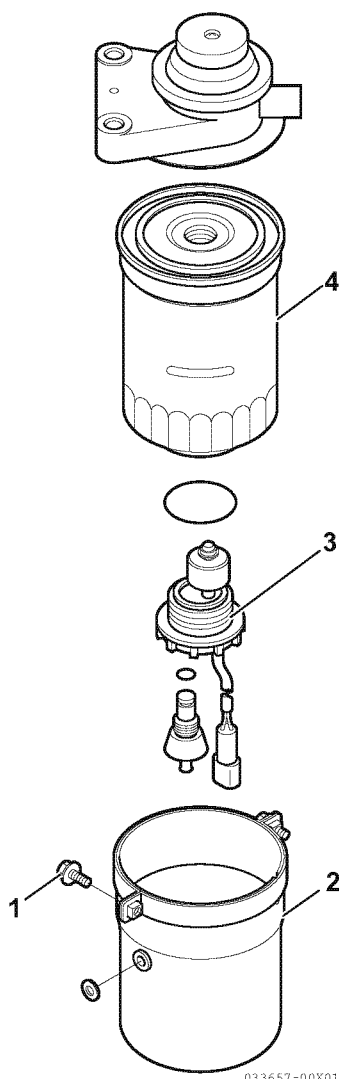
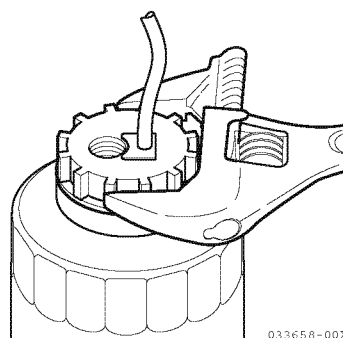

Figure 6
Figure 7
2. Retirez les deux vis de montage (1, **Figure 6**) et le boîtier (2, **Figure 6**).
5. Retirez le commutateur de relais avertisseur ((3, **Figure 6**) et (**Figure 7**)) avec une clé.
6. Retirez le filtre de l'élément (4, **Figure 6**) avec une clé à filtre.